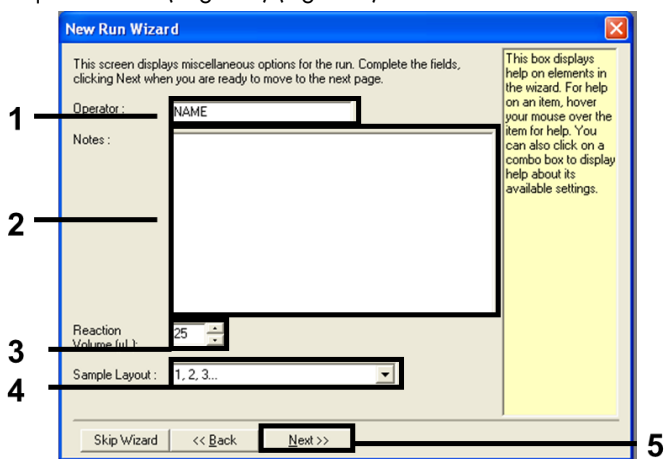

Figura 2. Introdução do nome do operador e dos volumes de reação.
4. Introduza o nome do operador no campo Operator (Operador). Adicione quaisquer notas e defina o valor no campo Reaction Volume (Volume de reação) para 25. Certifique-se de que os valores no campo Sample Layout (Disposição de amostras) estão definidos como 1, 2, 3.... Clique em Next (Seguinte) (Figura 2).